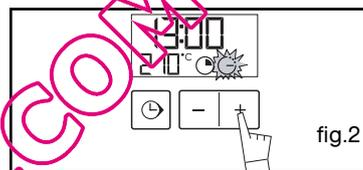
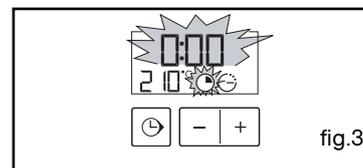

fig.2
fig.3
Réglez l'heure en appuyant sur les touches + et - (le maintien de la touche permet d'obtenir un défilement rapide) (fig.2).
Appuyez sur la touche "⌚" pendant quelques secondes jusqu'à faire clignoter l'afficheur (fig.2), puis relâchez. Des bips sonores indiquent que le réglage est alors possible.
Ajustez le réglage de l'heure avec les touches + et - (fig.3).
Exemple : position  (fig.2).
Il vous est cependant possible d'ajuster la température en actionnant la manette de sélection de température vers + ou - (fig.3)
L'affichage clignote à 0h00 pour indiquer que le réglage est alors possible (fig. 2).
Exemple : 30 min de cuisson (fig. 3).
Exemple : fin de cuisson à 13h (fig.2).
- l'indicateur de durée de cuisson et 0:00 clignotent (fig.3).
- Ajustez le temps choisi en appuyant sur les touches + ou - (fig.2).
- Appuyez simultanément sur les touches + et - pendant une dizaine de secondes jusqu'à l'affichage de "CO" afin de rentrer dans le mode de réglage (fig.2).
**Avec les deux mains**, mettez les doigts dans les emplacements **A** prévus à cet effet (fig.2). Faire levier simultanément avec les deux pouces appuyés sur le cadre en métal (fig.3).